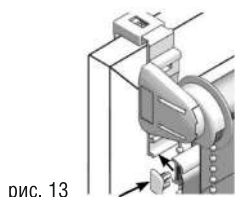

рис. 13
1. Вставить в дополнительный профиль заглушки с обеих сторон. Установить дополнительный профиль на выступы накидных кронштейнов (рис.13).